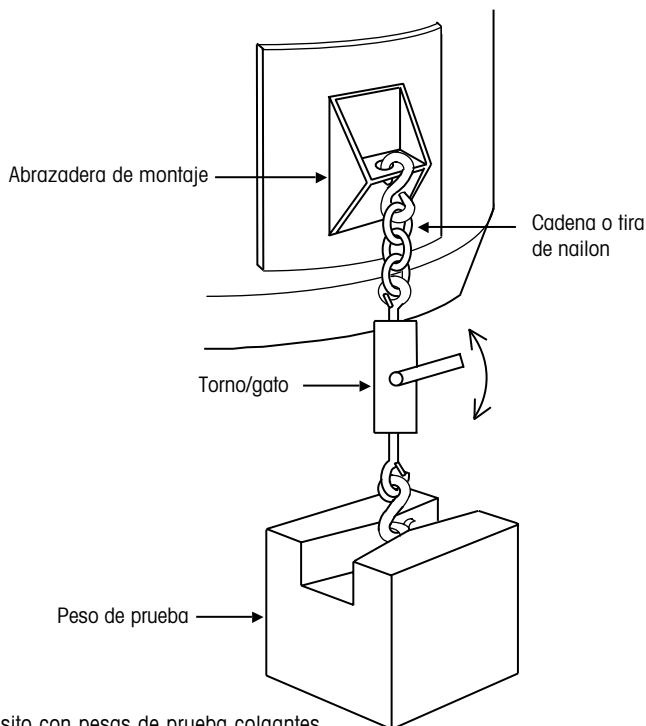

Figura 22: calibración del depósito con pesas de prueba colgantes
- 1. Pesas de prueba.** El método más preciso implica el uso de pesas de prueba y es necesario para la calibración de básculas comerciales (legales para el comercio). La calibración con peso resulta muy sencilla en las básculas pequeñas, pero se complica y se hace menos práctica a medida que aumenta la capacidad de la báscula. Los depósitos y los recipientes no tienen una superficie plana en la que cargar las pesas, de modo que el método de carga se tiene que planificar previamente. Por ejemplo, coloque agarraderas en el lateral de los tanques para colgar las pesas como se muestra en la figura 22.